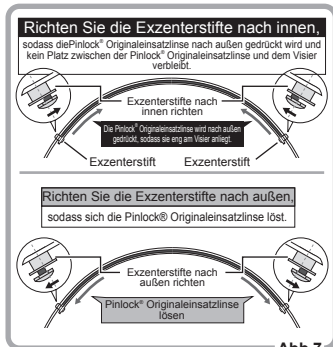

Abb.7
- Stellen Sie die Exzenterstifte ein, indem Sie sie mit einem Werkzeug drehen. (Abb. 7)